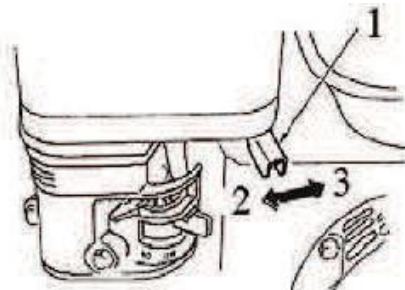

Рис. 10.
- ✓ установить рычаг управления дроссельной заслонкой вправо (см. рис. 10).
- ✓ установить рычаг управления дроссельной заслонкой влево (см. рис. 10)